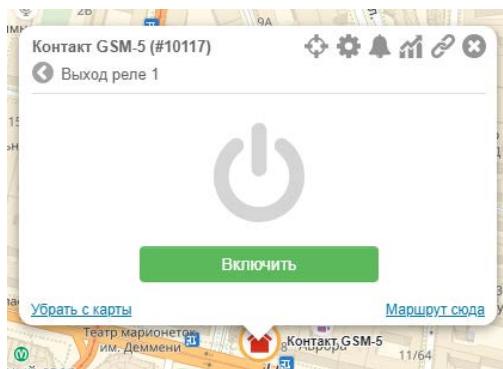

Рисунок 44. Включение выхода
- Для управления выходом нажмите кнопку  напротив нужного выхода. В появившемся окне нажмите кнопку **Включить** (рис. 44). Выбранный выход будет включен.